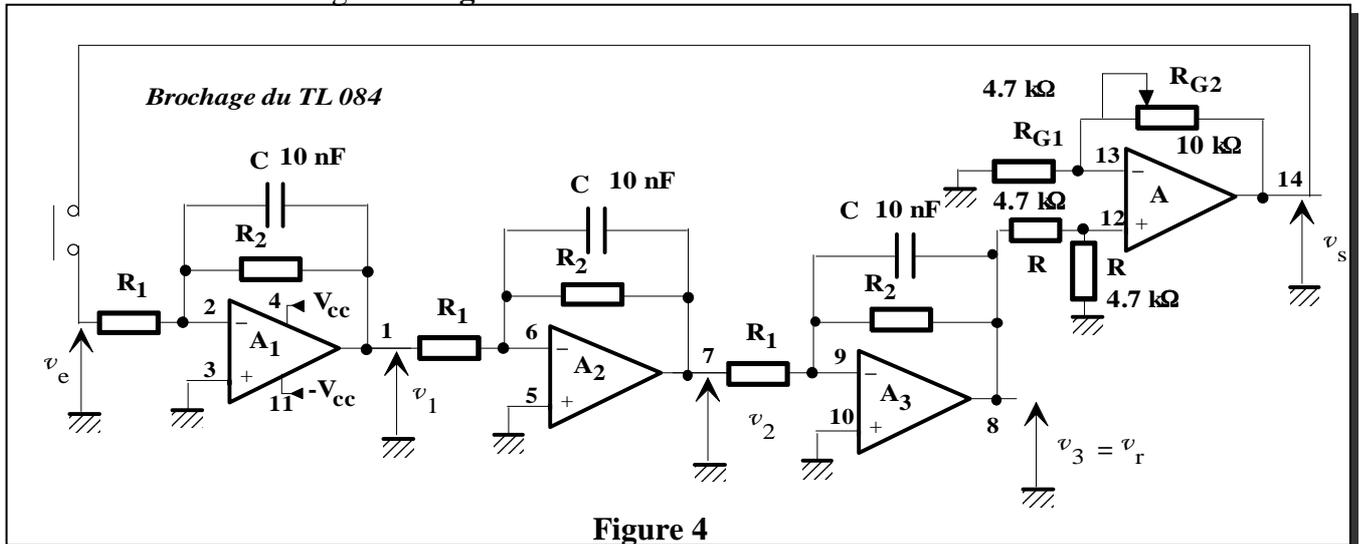

Figure 4
On considère le montage de la **figure 4**.
- 2.1°) Câbler le montage de la **figure 4** en boucle ouverte (ne pas connecter v_s à v_e). Imposer un signal sinusoïdal à l'aide d'un GBF en faisant varier la fréquence tel que les signaux v_s et v_e soient en phase. Relever la valeur de cette fréquence. Ajuster la résistance R_{G2} tel que les signaux v_s et v_e aient même amplitude.